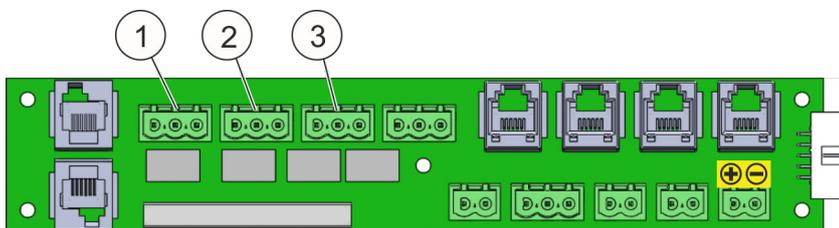

Abb. 17: Potenzialfreie Kontakte
- Für die betreiberseitig zu realisierende Geräteabschaltung die potenzialfreien Kontakte (Abb. 17/1 bis 3) verwenden.